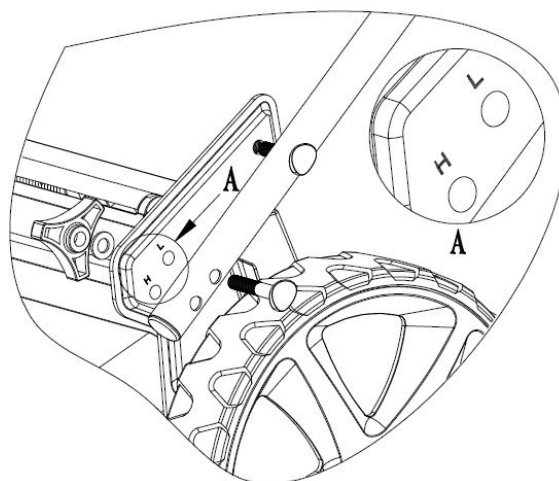

Fig. 2
2. L'orifice « H » est la position haute du guidon et l'orifice « L » est la position basse du guidon (voir fig. 2).